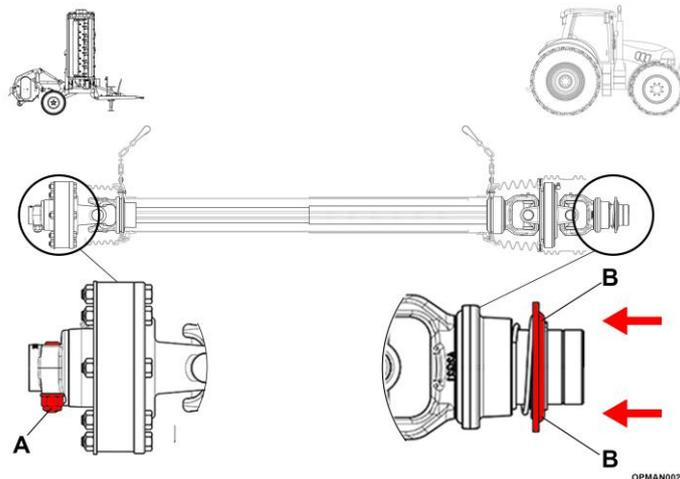

Abbildung 4.16 - Ein- und Ausbau der Eingangszapfwelle am Trident
- 4.5.1.1 Entfernen Sie nun den Kegelstift, die Unterlegscheibe und die Mutter von der Eingangszapfwelle der Maschine. Siehe Abbildung 4.16 (A).